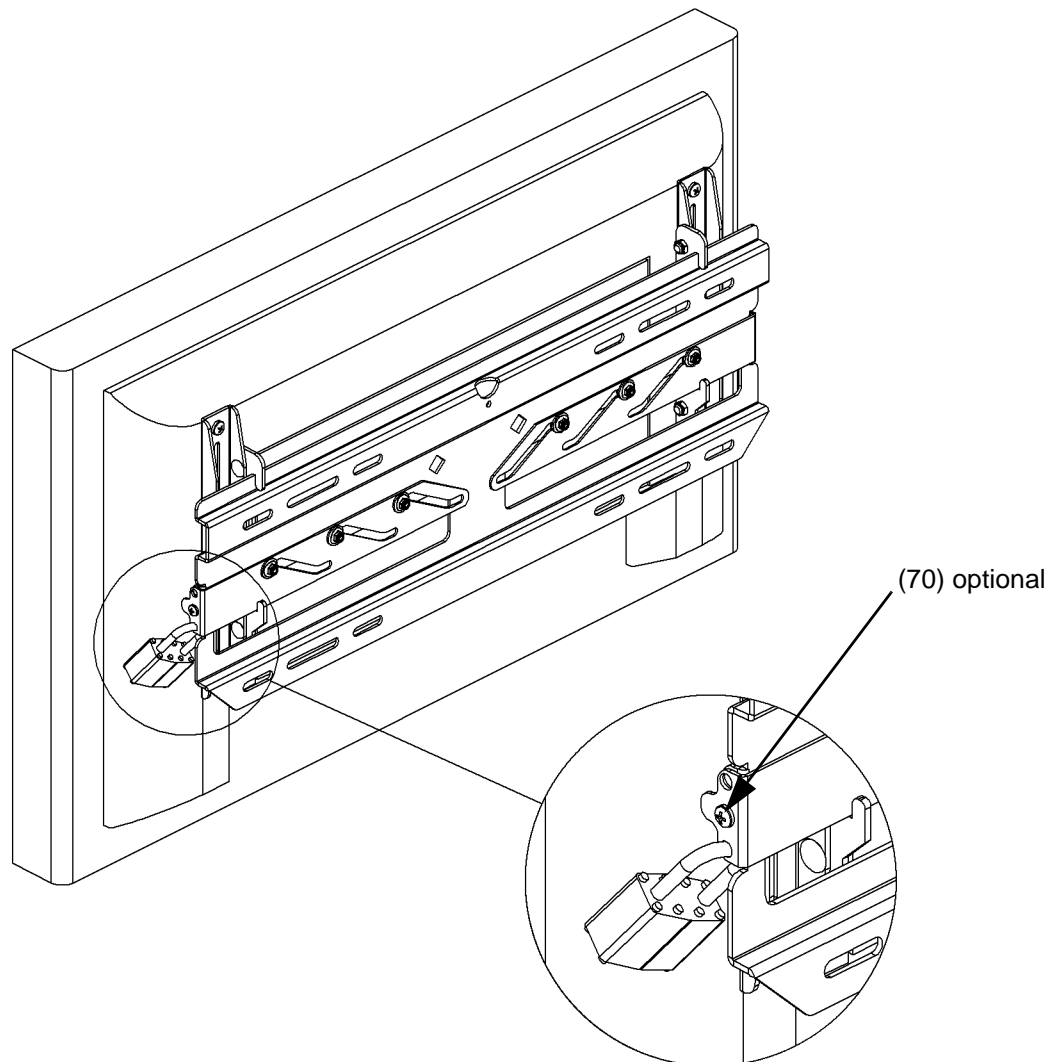

Abbildung 9. Display sichern
1. Das Display auf die Wandplatte (10) setzen, indem die Haken an den Halterungen (20 und 30) oben in die Wandplatte eingehakt werden.
2. Das Display arretieren, indem die Verriegelungen an beiden Seiten nach innen geschoben werden (siehe Abbildung 9).
3. Auf Wunsch als zusätzliche Sicherheitsvorkehrung die selbstschneidenden Schrauben (70) und/oder Vorhängeschlösser (nicht mitgeliefert) anbringen (siehe Abbildung 9).